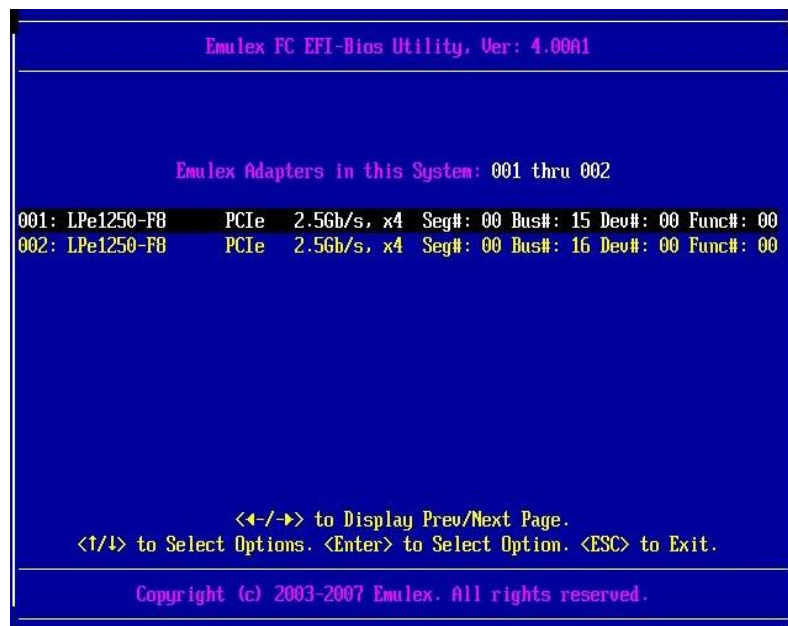

図2.9 HBA 一覧 (2)
HBA が実装されているスロットは、「図 2.9 HBA 一覧 (2)」画面の Seg#、Bus#、Dev#の値と、MMB Web-UI の [PCI-Express Slots] 項目の [Seg/Bus/Dev] 値が一致するスロットになります。